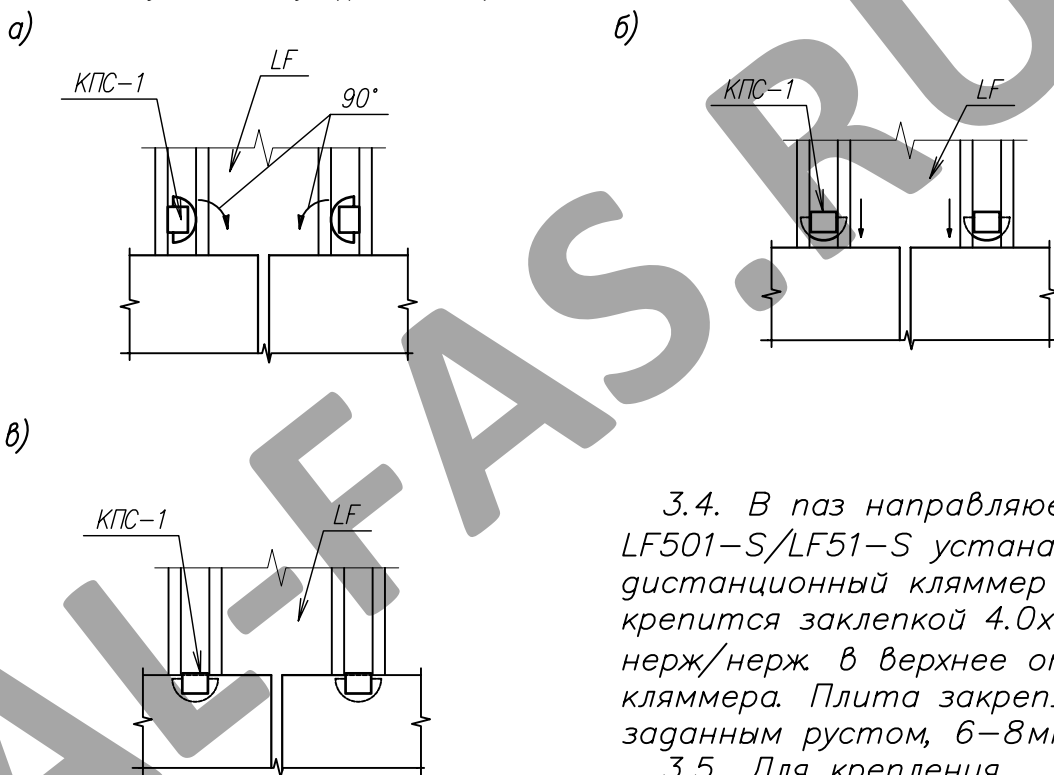

Рис. 4. Схема установки поворотного кляммера КП-1.
3.3. В торце плит керамогранита делаются технологические пропилы для скрытого крепления. На концевой кляммер ККС-1, ККС-1,2 устанавливается керамическая плита, прижимается к направляющей и фиксируется поворотным кляммером КПС-1, КПС-1,2 следующим образом: поворотный кляммер КПС-1, КПС-1,2 в вертикальном положении вставляется в паз направляющей LF 501-S/LF 51-S (рис. 4, а), поворачивается на угол 90 градусов (рис. 4, б), и опускается до упора на керамическую плиту (рис. 4, в).